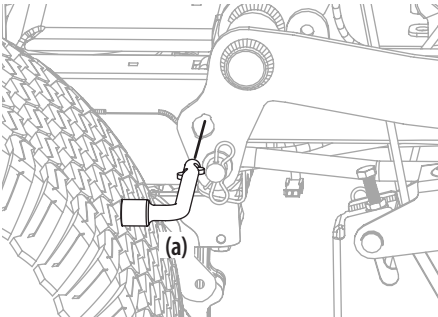

Figura 42
- En los tractores equipados con la perilla de elevación de la plataforma, use el pedal de elevación de la plataforma y la perilla de elevación de la plataforma para ubicar la plataforma en la posición más baja, y use la herramienta para usos múltiples (a) para bloquear los componentes de la elevación de la plataforma en su lugar como se muestra en la Figura 42. En tractores con una manija de elevación de la plataforma, baje la plataforma a la posición más baja.